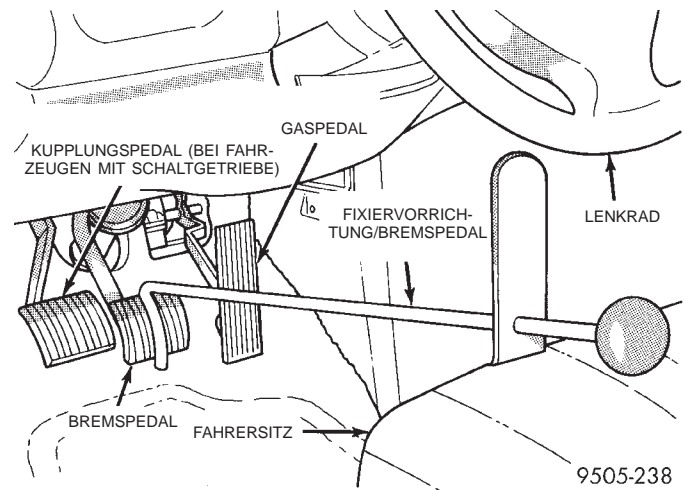

Abb. 59 Fixiervorrichtung für Bremspedal installiert
(1) Minuskabelanschluss der Batterie am Federbeindom vorne rechts abklemmen und isolieren.
(2) Das Bremspedal mit einer Fixiervorrichtung wie in (Abb. 59) dargestellt um ca. 2,5 cm (1 Zoll) herunterdrücken und in dieser Stellung fixieren. Dadurch wird sichergestellt, dass keine Bremsflüssigkeit aus dem Hauptbremszylinder in das hydraulische System gelangen kann.
(3) Fahrzeug auf Unterstellböcke heben oder auf einer Hebebühne zentriert anheben. Siehe Anheben des Fahrzeugs im Kapitel "Schmierung und Wartung" in diesem Werkstatthandbuch.